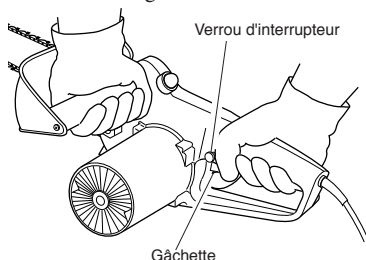

Figure 8 - Emplacements du bouton du verrouillage d'interdiction de la gâchette et de la gâchette
3. Se servir des deux mains pour tenir la tronçonneuse. Toujours utiliser la main gauche pour saisir la poignée avant et la main droite pour saisir la poignée arrière. Tenir fermement. Les pouces et les doigts doivent entourer les poignées (voir la Figure 8).
5. Lorsque vous êtes prêt à faire une coupe, enfoncez le bouton du verrouillage d'interdiction de la gâchette avec le pouce droit, et appuyez sur la gâchette (voir la Figure 8). Ceci met la tronçonneuse en marche. Elle s'arrête quand on lâche la gâchette. S'assurer que la chaîne tourne à la vitesse maximum avant d'entamer l'entaille.